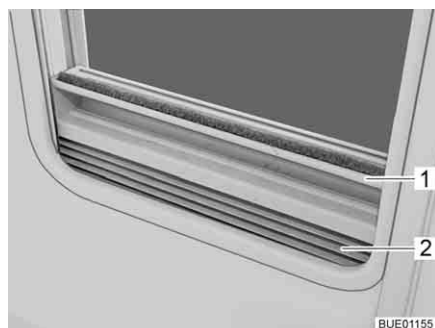

Fig. 46 Tendina oscurante pieghevole
- Afferrare la tendina oscurante pieghevole (Fig. 46,2) per la parte centrale della barra di presa (Fig. 46,1), tirarla dal basso verso all'alto e rilasciarla nella posizione desiderata. La tendina oscurante pieghevole rimane in questa posizione.